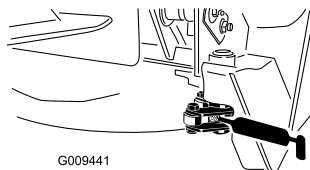

Figura 39
- Articulação do trinco (2) (Figura 39)